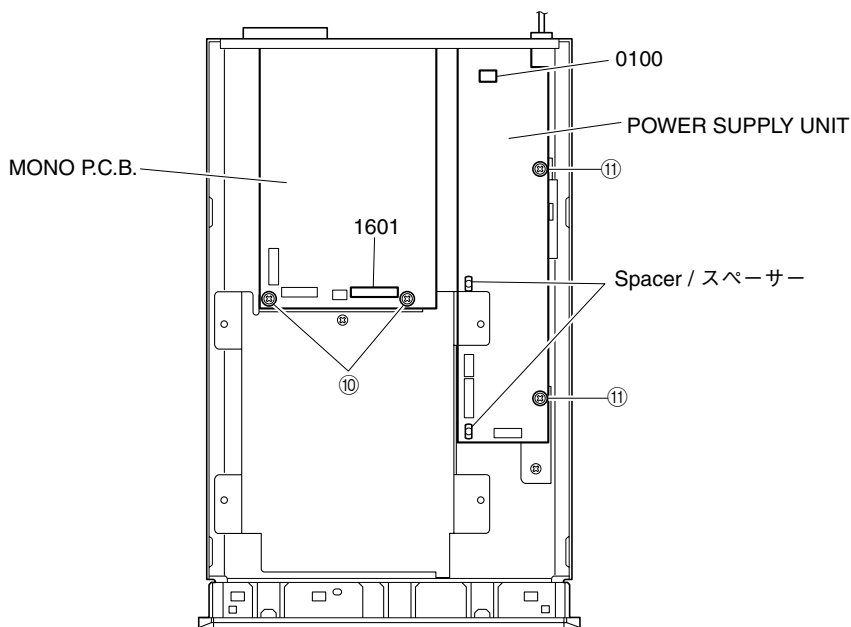

Fig. 5
- b. Remove 2 screws (⑩) in Fig. 5.
- c. Remove a connector (1601) in Fig. 5.
- b. ⑩のネジ2本を外します。(Fig. 5)
- c. コネクター 1601を外します。(Fig. 5)
- Remove 2 screws (⑪) in Fig. 5.
- Loosen 2 spacers in Fig. 5.
- Remove a connector (0100) in Fig. 5.
- ⑪のネジ2本を外します。(Fig. 5)
- スペーサー2個をゆるめます。(Fig. 5)
- コネクタ 0100を外します。(Fig. 5)